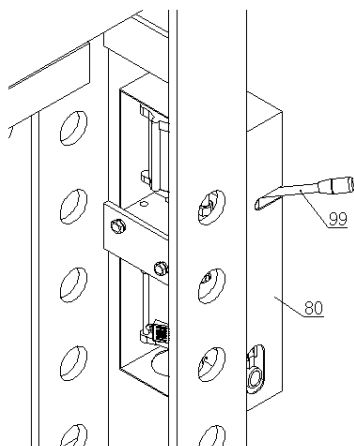

Figure 5
Fixer le levier sélecteur (99) à la vanne de régulation sur l'unité de pompe (80) (voir figure 5).